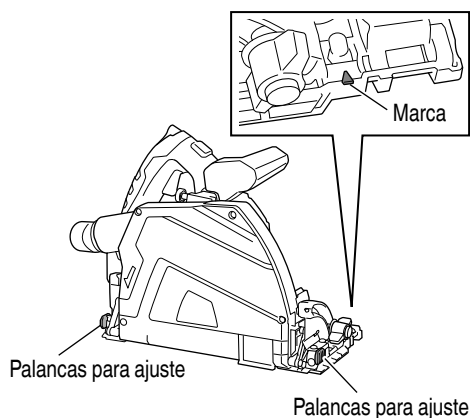

Fig. 20
4. Serrado con tope paralelo (vendido por separado) (Fig. 20)